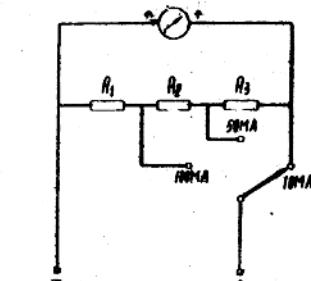

图 8—4 多范围电流表
1. 测量电流时，电流表必须与被测电路串联，绝对不能并联在电源或负载两端，否则通过电表的电流很大，会使电表烧坏。在图 8—5 中，